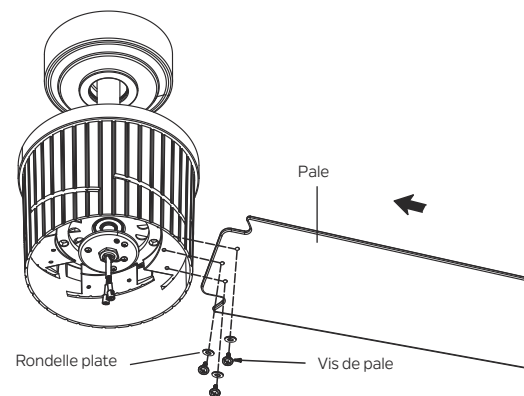

Fig. 18
**Étape 1.** Faites glisser délicatement la pale à travers la fente comme illustré. Fixez solidement les cinq pales avec des vis de pale et des rondelles plates. (Fig. 18)